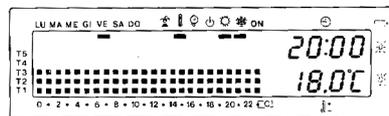

Fig. 24
**11.2 - PROGRAMMA DI RISCALDAMENTO 2.** Premendo il pulsante  è possibile selezionare un secondo programma di riscaldamento memorizzato, che prevede l'andamento termico di fig. 24 per tutti i giorni della settimana.